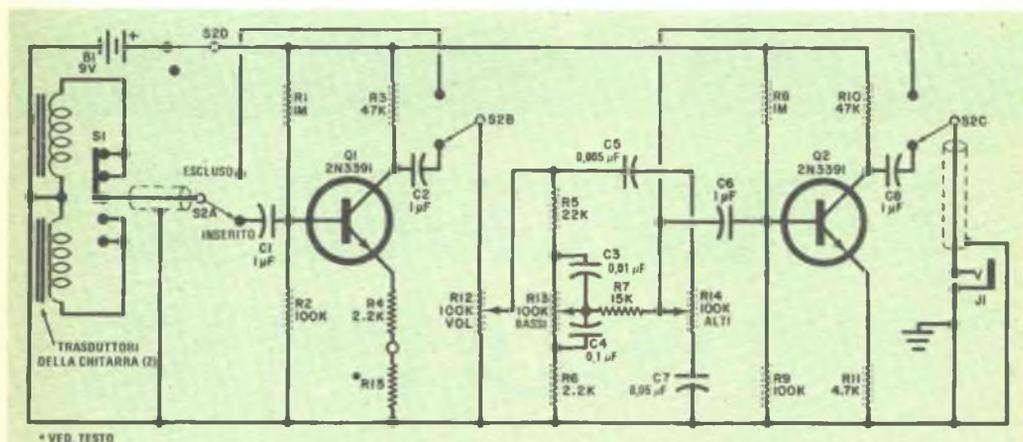

Fig. 1 - Schema elettrico completo dell'intensificatore per chitarra. Il montaggio può essere effettuato anche con componenti separati.
**Come funziona** - Il segnale indotto nel trasduttore della chitarra (*fig. 1*) viene trasferito, attraverso S1 e C1, alla base del preamplificatore Q1. Il potenziometro R12 è un controllo di volume, mentre R13 e R14 forniscono il controllo dei bassi e degli alti.